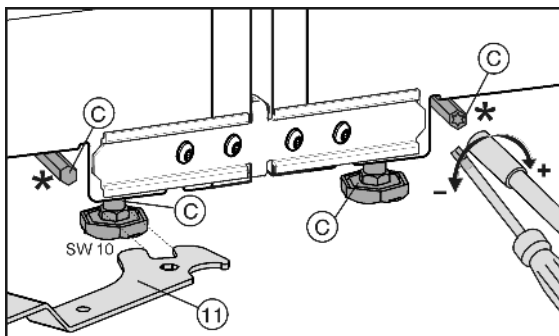

Fig. 8
Przednie nóżki nastawne można przestawić za pomocą dołączonego klucza widlastego Fig. 8 (11), tylne nóżki* za pomocą śrubokręta Torx® 25.